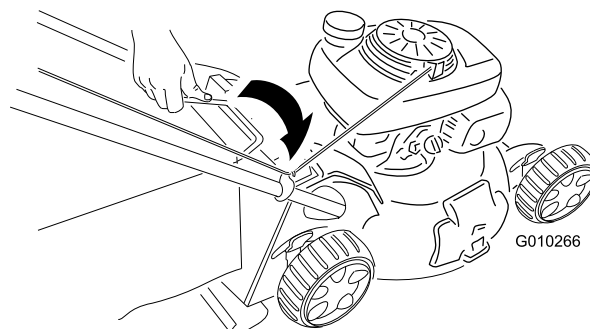
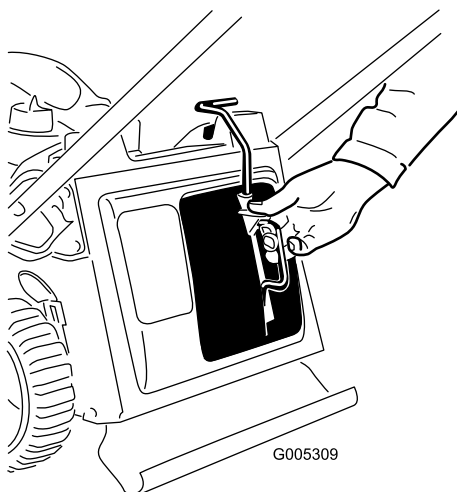

Рисунок 22
Рисунок 21
- Установите на машину заглушку для мульчирования (Рисунок 21) или мешок для сбора травы (Рисунок 22).